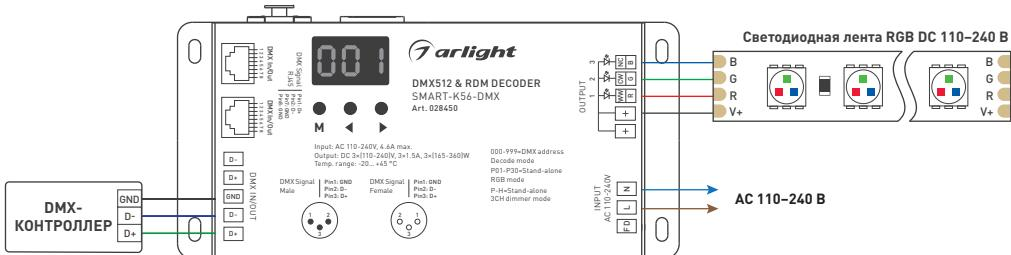

Рис. 1. Подключение декодера SMART-K56-DMX
- 3.2. Подключите контроллер согласно схеме (рис. 1).